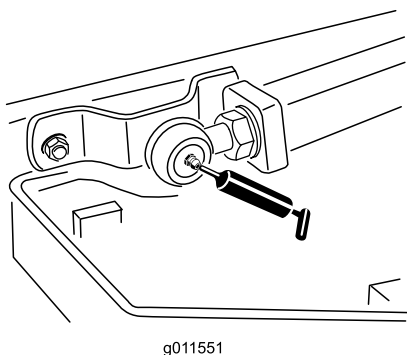

Bild 46
- Zwei Hubarm-Kugelgelenke (Bild 46)